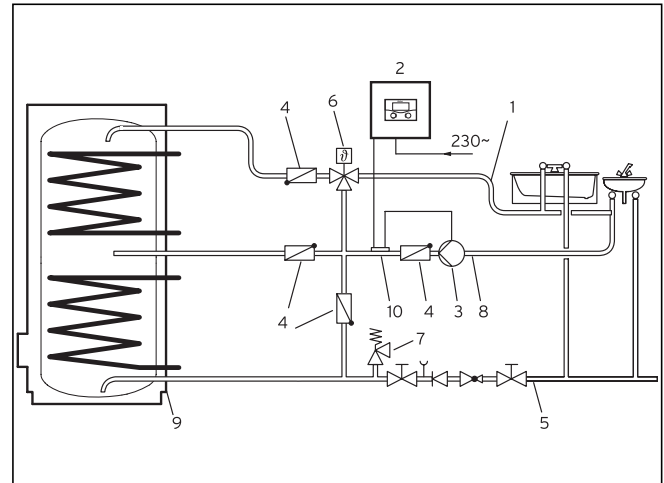

Abb. 4.5 Warmwasser-Thermostatmischer in einer Zirkulationsleitung
- Bauen Sie den Thermostatmischer in eine Zirkulationsleitung ein, wie in Abbildung 4.5 dargestellt.